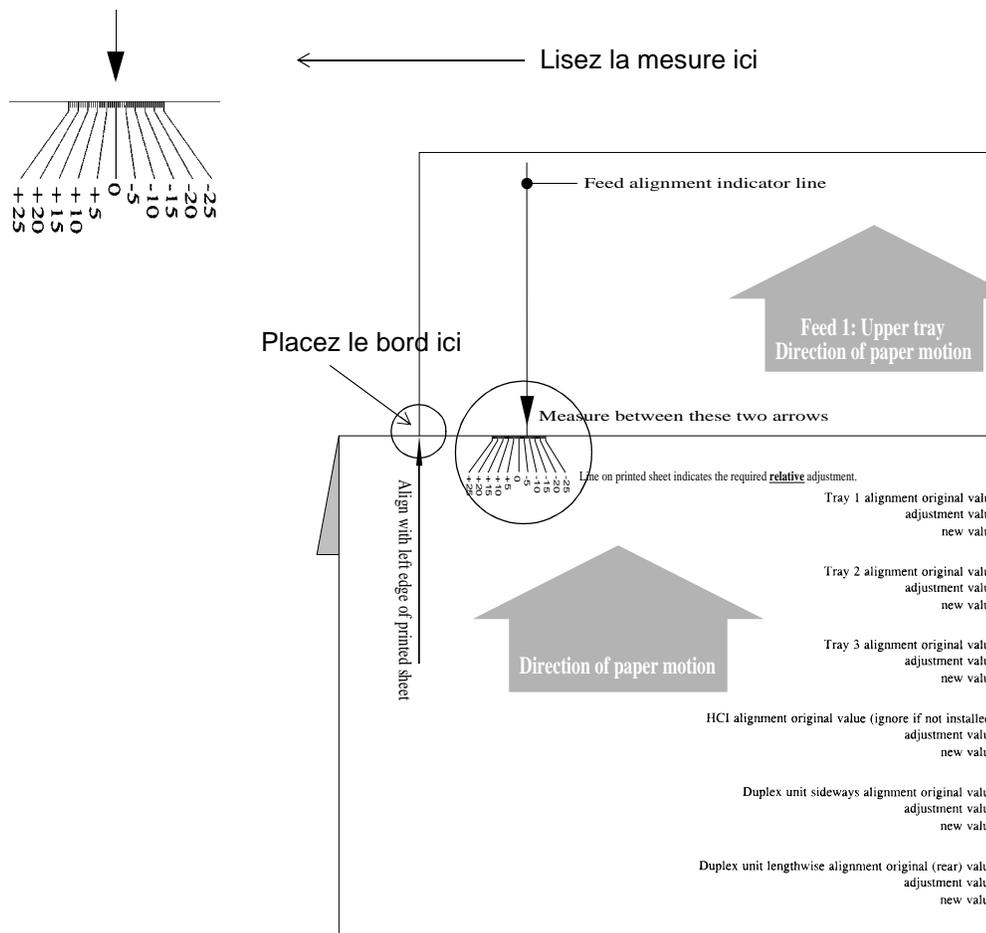

Figure 6-10 Mesure de l'alignement à l'aide de l'échelle d'alignement
- Positionnez la ligne intitulée "Aligner avec le bord gauche de la feuille imprimée" contre le bord gauche de la feuille d'alignement du bac 1. La Figure 6-10 montre à quoi les deux feuilles doivent ressembler lorsqu'elles sont positionnées correctement.